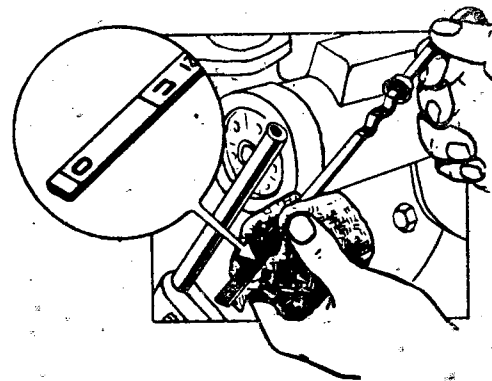

Рис. 8. Проверка уровня масла в картере двигателя.
2. Проверьте уровень масла в двигателе, который должен быть перед выездом на высоте метки П маслоуказателя (рис. 8).